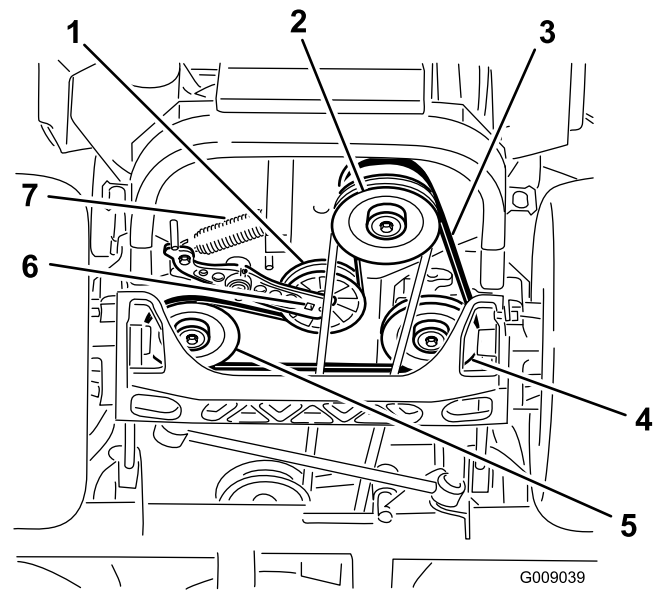

Figure 84
4. Soulevez la machine sur des chandelles (Figure 84).
5. Insérez un rochet dans le trou carré du bras de la poulie de tension pour déposer le ressort de la poulie de tension (Figure 84).
6. Décrochez le ressort de tension sur le cadre (Figure 84).
9. Insérez un rochet dans le trou carré du bras de tension pour installer le ressort de la poulie de tension sur le cadre (Figure 84).